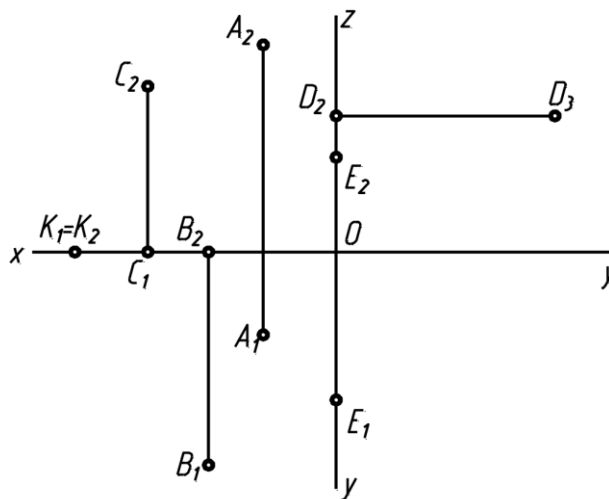

Рисунок 5
**Вопрос 3.** По данным проекциям точек на комплексном чертеже (рис.5) указать какие из точек принадлежат фронтальной плоскости?